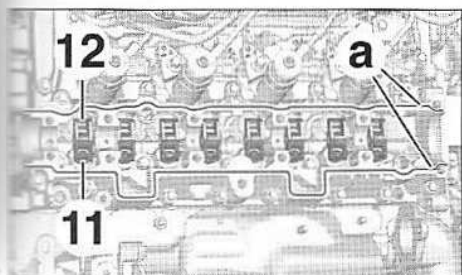

FIG.119
- Contrôler l'état des poussoirs hydrauliques (11) et les linguets à rouleaux (12) (Fig.119).
- Lubrifier avec de l'huile moteur les poussoirs hydrauliques (11) et les linguets à rouleaux (12).
- Reposer les poussoirs hydrauliques (11) et les linguets à rouleaux (12) en respectant leur position d'origine.